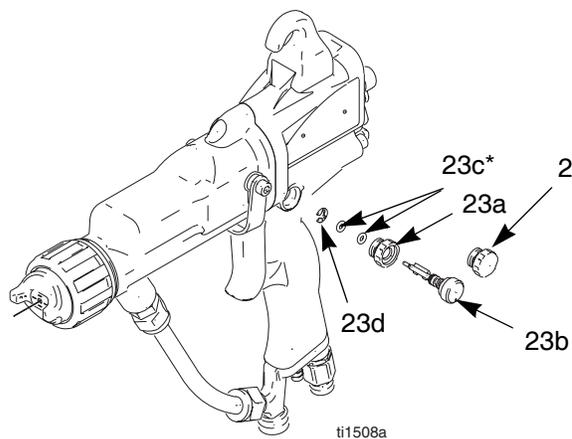

図 22. 霧状化空気制御バルブ
2. 霧状化空気制御バルブ (23) を取り外します。O リング (23c *) を点検します。必要に応じて交換します。図 22 をご参照下さい。
3. 新品の霧状化空気制御バルブ (23) を取り付けるか、又は個々にパーツを分解して交換します。バルブ突起部は、エアバルブ (21) シャフトを清潔にするために方向を調整する必要があります。